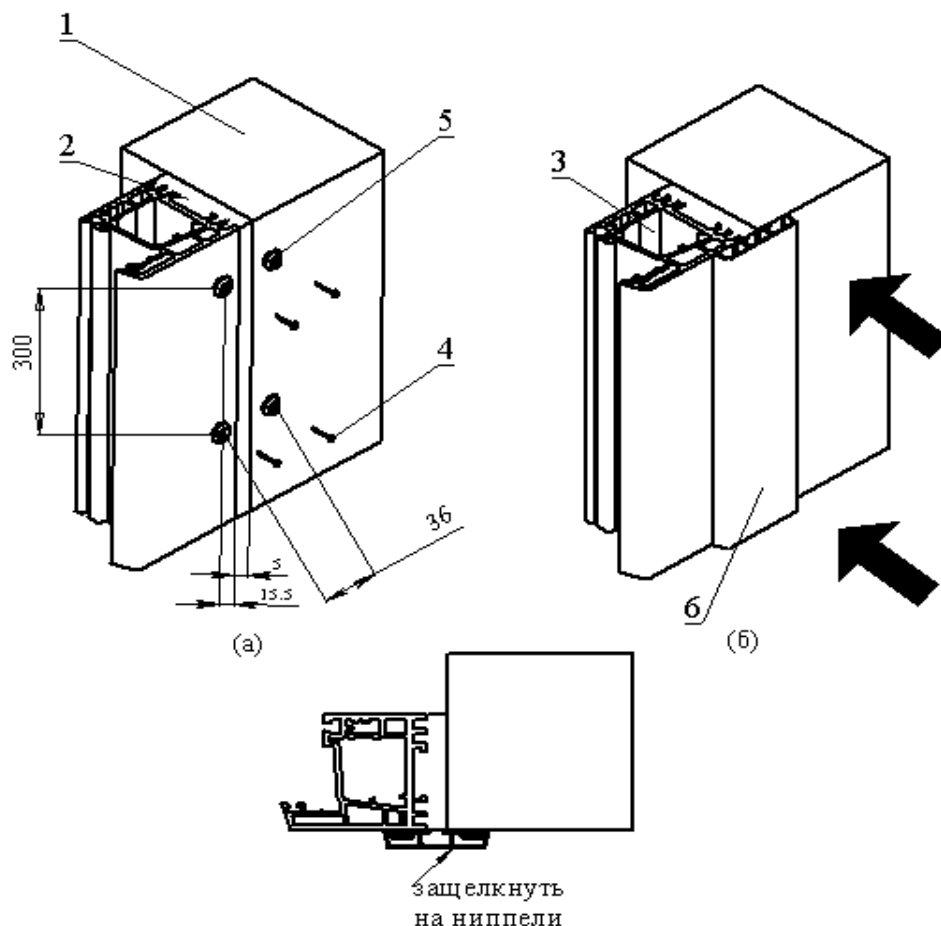

Рис.7. Установка наружного декоративного профиля.
5. Установка декоративного профиля с наружной стороны камеры (рис.7):
- закрепить ниппели (поз.5) винтами СН 2.9*13 (поз.4) на раме стеклянного фронта (поз.3) и стойках (поз.1) (рис.7 а);
- прикрепить нащельник (поз.6), совмещая пазы нащельника с закрепленными ниппелями (поз. 5), небольшим усилием защелкнув нащельник (поз.6) на ниппель (поз.5) (рис.7 б).